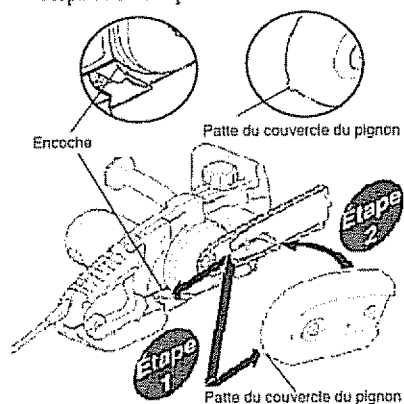

Figure 7 - Installation du couvercle du pignon
9. Insérez la languette du couvercle de pignon dans la rainure du corps de la tronçonneuse (étape 1). Placez ensuite le couvercle de pignon sur le boulon du guide-chaîne (étape 2 - voir la Figure 7). NOTE : Le couvercle de pignon n'est alors pas à effleurement avec le corps de la tronçonneuse.